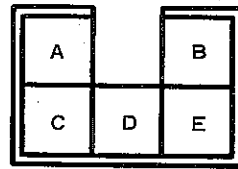

図8-10-9 スイッチ点検
- ①パワーウインドスイッチ各端子間の導通基準（図8-10-9参照）